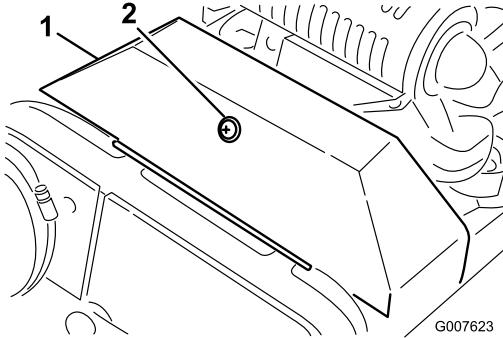

図 38
2. V ベルト・カバーを固定しているリテーナをゆるめて、カバーを開ける（図 38）。
2. Vベルト・カバーを固定しているリテーナをゆるめて、カバーを開ける（図 38）。